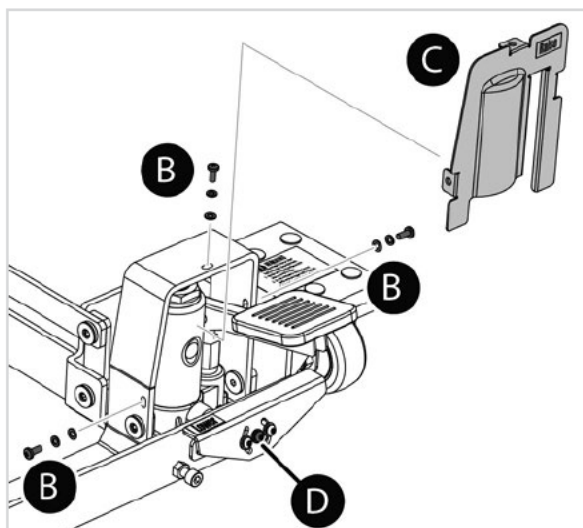

Fig. 8
- Utilice aceite SAE 30 para lubricar periódicamente los puntos (A) mostrados en la Fig. 10. Para acceder a los puntos de lubricación, retire los tres tornillos de la cubierta del gato (B) con un destornillador de estrella (véase la Fig. 8) y, a continuación, retire la cubierta del gato (C).
1. Asegúrese de que la sierra esté bajada hasta el suelo. Retire el tornillo de la palanca de desbloqueo central (D) que se muestra en la Fig. 8 utilizando una llave hexagonal de 4 mm.